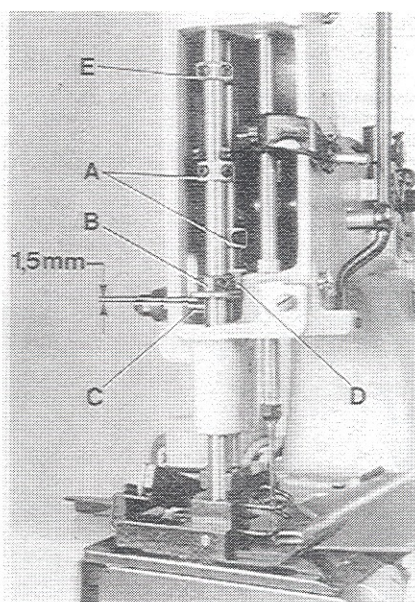
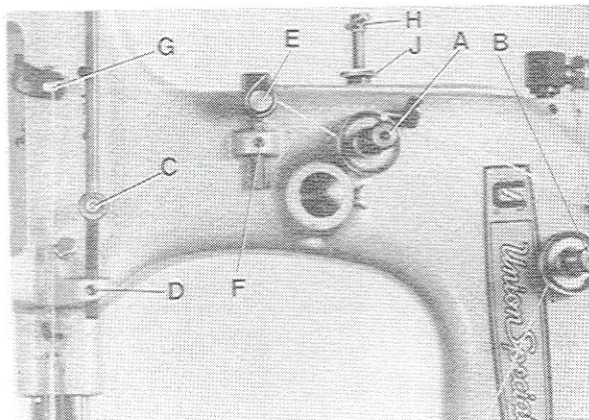

Fig.11
Fig.12
Rotate the pulley until the feed dog is below the throat plate. Remove the face cover left on machine arm and turn out the T-screw (H, Fig. 12) on the top of the machine arm, until it does not exert any pressure on the leaf springs. In this position, the pressure exerted on the presser foot, should be just strong enough to keep it flat on the throat plate. By relocating the collars (A, Fig. 11), which serve as a leaf spring rest, on the left and right presser bar, the pressure can be changed. Raising the collars increases the pressure, lowering the collars decreases the pressure.
Set the presser bar lifter collar (B, Fig. 11) on the left presser bar so, that there is a distance of approx. 1,5 mm (1/16 in.) between lifter lever stud (C) and lower surface of the lifter collar (B), when the presser foot rests on the throat plate (see Fig. 11). Set the collar (D) on the right presser bar close to the fork of the presser bar lifter collar (B) on the left presser bar.
Drehen Sie an der Riemenscheibe bis der Transporteur unter der Stichplatte steht. Entfernen Sie den Stirndeckel links am Maschinenarm und drehen Sie die Knebelschraube (H, Fig. 12) oben auf dem Maschinenarm soweit heraus, daß sie nicht mehr auf die Blattfedern drückt. In dieser Stellung soll der Druck auf den Drückfuß gerade noch so stark sein, daß er auf der Stichplatte aufliegt. Durch Verstellen der als Blattfederauflage dienenden Stellringe (A, Fig. 11) auf der linken und rechten Drückfußstange kann der Druck verändert werden. Verstellen nach oben verstärkt, verstellen nach unten verringert den Druck.
Stellen Sie die Drückfußstangen-Lifter-Stellung (B, Fig. 11) auf der linken Drückfußstange so ein, daß zwischen Lifterhebelbolzen (C) und Unterseite Stellring (B) ein Abstand von etwa 1,5 mm ist, wenn der Drückfuß auf der Stichplatte aufliegt (siehe Fig. 11). Stellen Sie den Stellring (D) auf der rechten Drückfußstange so, daß er an der Gabel des Drückfußstangen-Lifter-Stellrings (B) auf der linken Drückfußstange anliegt.
On style 80800 TL set the collar (D, Fig. 11) on the right presser bar approx. 2,5 mm (7/64 in.) above the fork of the presser bar lifter collar (B). This effects, when lifting the presser foot, that the left presser foot part is lifted first by approx. 2,5 mm (7/64 in.), before the right presser foot part will lift too.
The presser foot lift is limited with the upper stop collar (E, Fig. 11) on the left presser bar. When the needle is in its lowest position and the presser foot is lifted with presser foot bottom tilted up, the needle bar respectively needle clamp nut should not contact the presser foot bottom. Set collar (E) accordingly.
Now turn in T-screw (H, Fig. 12) until the necessary presser foot pressure for proper feeding is exerted (determine by sewing tests). Secure this setting with the knurled lock nut (J), which simultaneously fastens the upper arm cover. Remount the face cover.
The tension (A, Fig. 12) on the needle thread should be fairly strong to produce uniform stitches. On the two thread double locked stitch styles the tension (B) on the looper thread should be barely sufficient to steady it.
On the two thread double locked stitch styles 80800 R, RL, TL, U, UA and UAL, the height of the needle thread take-up roller (C, Fig. 12) is set so, that the needle thread on the downstroke of the needle just contacts the roll at the time the needle thread loop is released from the looper. Loosen screw (D) and set the needle thread take-up roller accordingly. Retighten screw (D).
Bei der Maschine 80800 TL stellen Sie den Stelling (D, Fig. 11) auf der rechten Druckerfußstange etwa 2,5 mm über die Gabel des Druckerfußstangen-Lifter Stelling (B). Dadurch wird beim Liften des Druckerfußes zuerst das linke Druckerfußteil etwa 2,5 mm angehoben bevor das rechte Druckerfußteil mit anhebt.
Der Hub des Druckerfußes wird mit dem Anschlag-Stelling (E, Fig. 11) oben auf der linken Druckerfußstange begrenzt. Wenn die Nadel in der untersten Stellung ist und der Druckerfuß mit dem Druckerfuß-Lifterhebel angehoben und die Druckerfußsohle nach oben gekippt wird, darf die Nadelstange bzw. Nadelstangenmutter die Druckerfußsohle nicht berühren. Stellen Sie den Stelling (E) entsprechend ein.
Nun drehen Sie die Knebelschraube (H, Fig. 12) soweit ein, daß der zum einwandfreien Transport notwendige Druckerfußdruck erzeugt wird (durch Nähversuche ermitteln). Sichern Sie diese Einstellung mit der Rändel-Kontermutter (J), mit der gleichzeitig der obere Armdeckel befestigt wird. Montieren Sie den Stirndeckel wieder.
Die Spannung (A, Fig. 12) auf den Nadelfaden soll so stark sein, daß eine gleichmäßige Stichbildung erreicht wird. Bei den Zweifaden-Doppelkettenstichmaschinen soll die Spannung (B) auf den Greiferfaden ganz gering sein, so daß der Faden gleichmäßig gleitet.
Bei den Zweifaden-Doppelkettenstichmaschinen 80800 R, RL, TL, U, UA und UAL wird die Höhe der Nadelfadenabzugsrolle (C, Fig. 12) so gestellt, daß der Nadelfaden beim Niedergehen der Nadel, die Rolle zu dem Zeitpunkt gerade berührt, wenn die Nadelfadenschlinge vom Greifer freigegeben wird. Lösen Sie die Schraube (D) und stellen Sie die Nadelfadenabzugsrolle (C) entsprechend ein. Ziehen Sie die Schraube (D) wieder an.
On all styles the eyelet (E, Fig. 12) should be positioned so, that the needle thread runs nearly horizontal, parallel to cloth plate, between eyelet (G) on needle bar connection and eyelet (E) on machine arm, when the needle is in its upmost position. Eyelet (E) is secured by screw (F).
Bei allen Maschinen wird die Fadenführung (E, Fig. 12) so gestellt, daß der Nadelfaden zwischen der Fadenführung (G) am Nadelstangenmitnehmer und der Fadenführung (E) am Maschinenarm etwa waagrecht, parallel zur Stoffplatte verläuft, wenn die Nadel in der obersten Stellung ist. Die Fadenführung (E) wird mit der Schraube (F) befestigt.